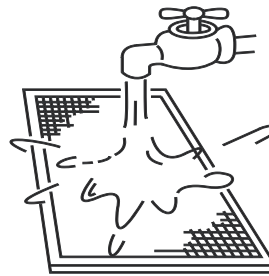

Figura 43
- b. O lado de admissão de ar deve ficar voltado para baixo quando se utiliza água limpa. (Consulte a Figura 43)